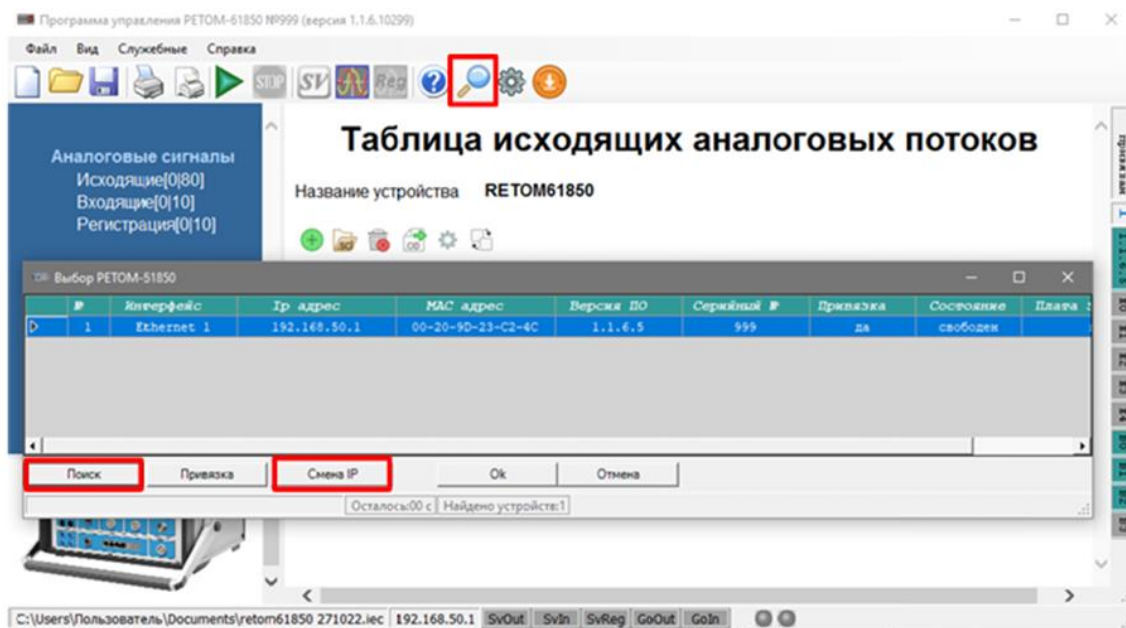

Рис. 59. Смена IP адреса
1. В окне программы управления РЕТОМ-61850 (рисунок 59) нажать кнопку «Поиск устройств».
2. В появившемся окне (рис. 59) нажать кнопку «Поиск».